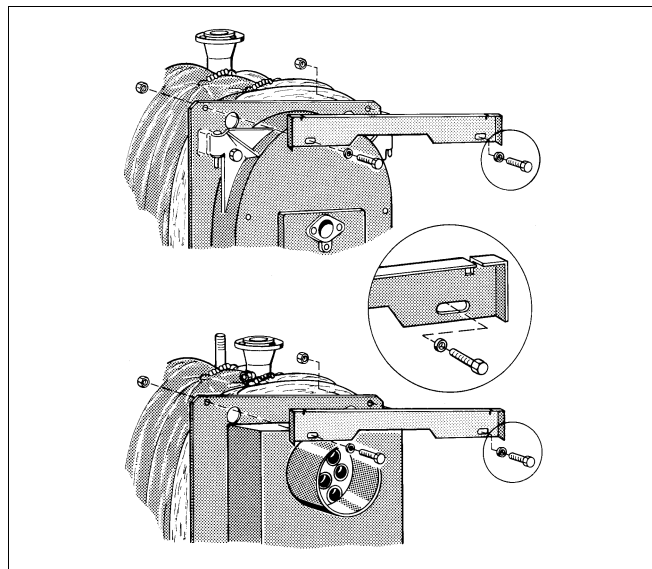

Fig. 7 Montaj traverse
- Înșurubați traversa de sus, din față și din spate, cu câte 2 șuruburi hexagonale, șaibe și piulițe la partea frontală și din spate a cazanului (fig. 7).
Muchiile traverselor trebuie îndreptate spre exterior (fig. 7).